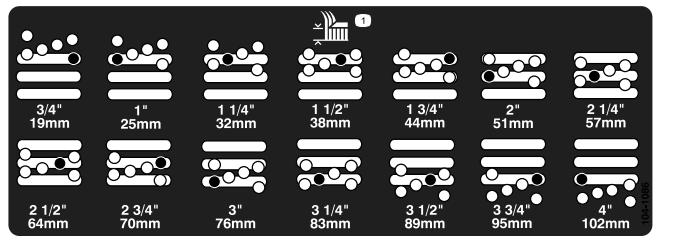

Figure 20
5. Placez la chambre à la hauteur de coupe voulue et mettez l'entretoise dans le trou et la fente correspondant à la hauteur de coupe désignée (Figure 20)